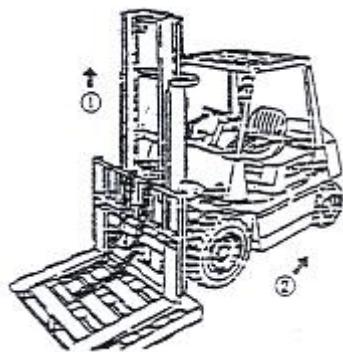

Рис. 2-73
- (1) Поместите паллет на вилы погрузчика и поставьте его на ровную поверхность.
- (2) Опустите вилы, чтобы паллет коснулся земли
- (3) Отсоедините верхнее крепление цепи и снимите цепь с колеса.
- (4) Поднимите внутреннюю мачту (Поз. 1 на Рис. 2-73)
- (5) Сдайте на погрузчике назад после подтверждения того, что рама вил была отсоединенна от внутренней мачты (Поз. 2 на Рис. 2-73).
- (6) Замените главный ролик.